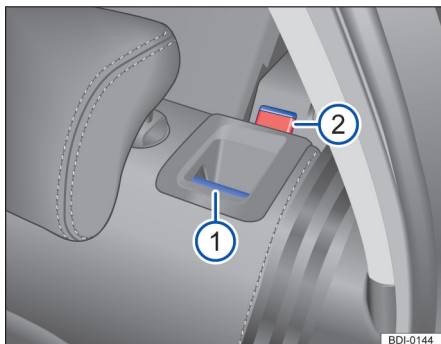

图 90 后排座椅靠背：分离按钮 ①；红色标记 ②
- 向前拉分离按钮→图 90 ①，同时前折靠背。
- 松开后排座椅靠背后应能看见按钮上的红色标记 ②。